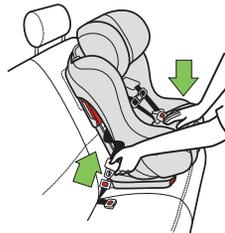

Figura 111
- Si se presiona el centro del asiento de seguridad se reduce la tensión del cinturón del vehículo, lo cual facilita desabrochar el mismo, como se muestra en la **figura 111**.